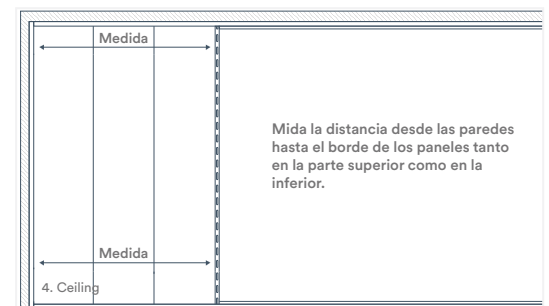

Fig. 10
6. Revise periódicamente la instalación para asegurarse de que los paneles sigan instalados en filas rectas y uniformes. Para ello, mida la distancia desde la pared hasta el borde de los paneles en ambos extremos del panel (Fig. 10). Si ambas medidas son idénticas, la instalación está correctamente alineada. Si las medidas son desiguales, deberá corregir la posición de los paneles.